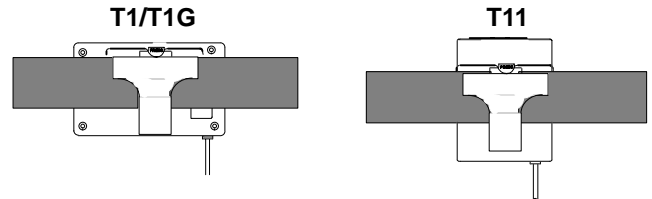

FIGURE 6. MISE EN SERVICE DU TRANSMETTEUR
1. Fixer le transmetteur à la ceinture, une sangle de guitare ou un vêtement comme illustré à la figure 6.. Appuyer sur la languette marquée PRESS (appuyer) et glisser la ceinture ou la sangle de guitare entre le corps du transmetteur et l'attache pour ceinture. Pour plus de stabilité, tirer la sangle ou la ceinture vers le fil supérieur de l'attache, surtout pour les sangles minces.